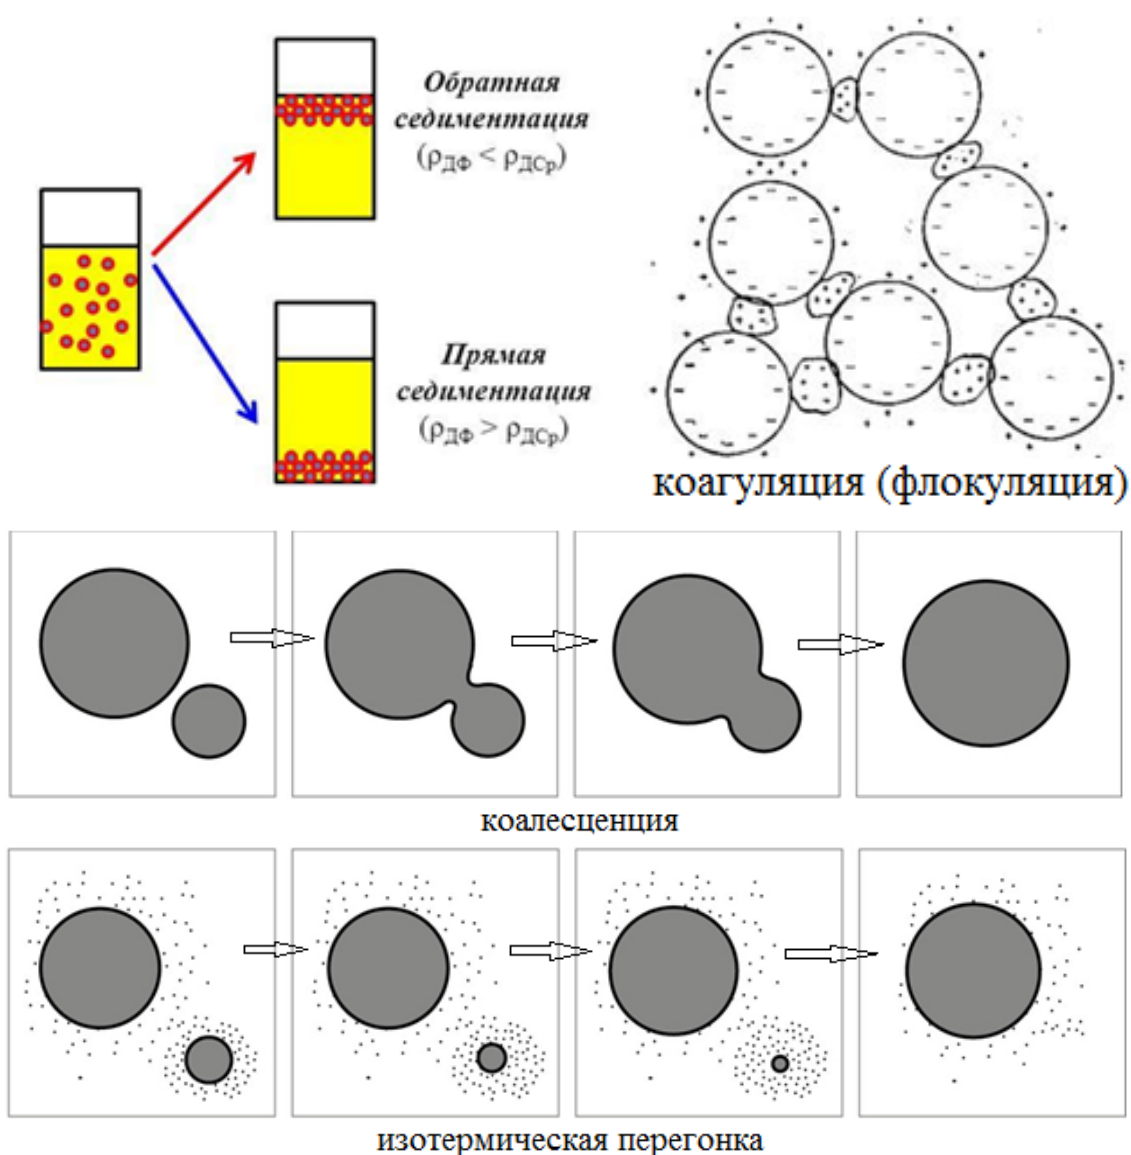

Рисунок 18 – Процессы, приводящие к нарушению устойчивости дисперсной системы
- грубодисперсные (более 10 мкм) – седиментационно неустойчивые системы, в них происходит быстрая *седиментация* (процесс осаждения или всплытия частиц дисперсной фазы под действием силы тяжести, рис. 18).
Агрегативная устойчивость – способность дисперсной системы сохранять неизменными размеры частиц дисперсной фазы. К нарушению агрегативной устойчивости приводят процессы коагуляции, коалесценции, изотермической перегонки (рис. 18).